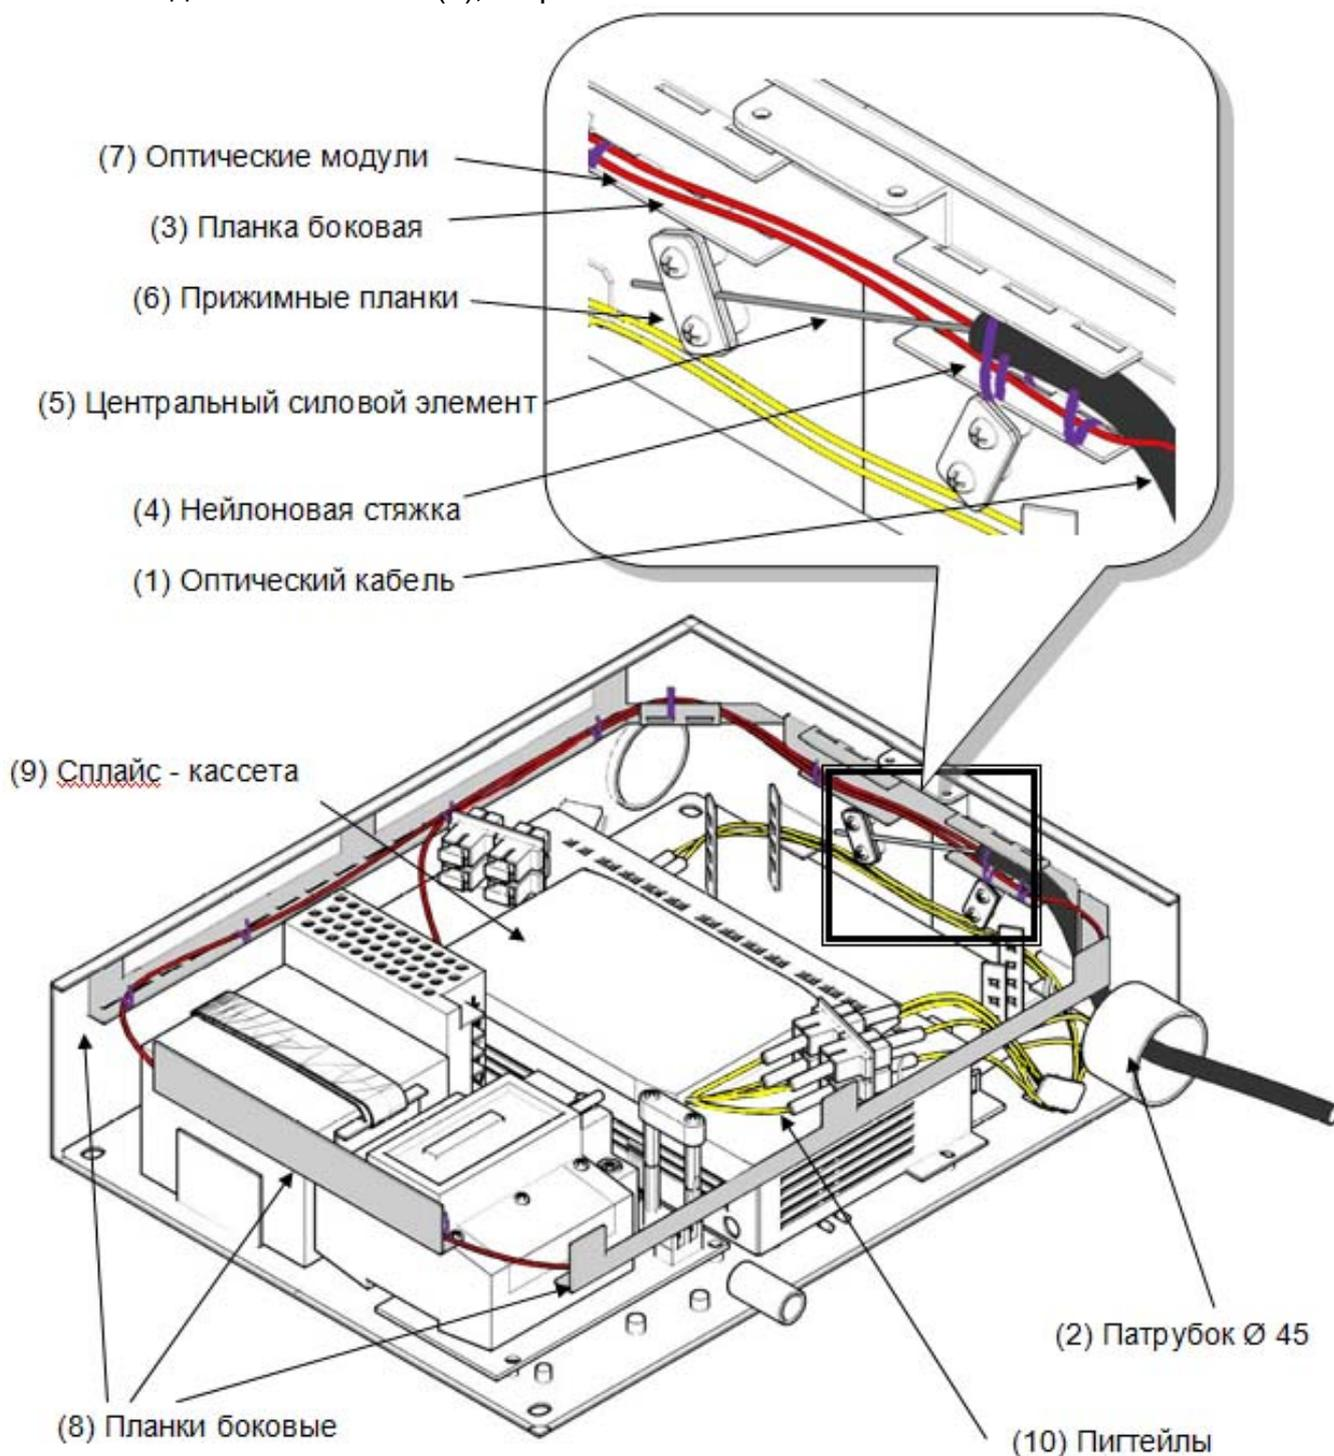

Рисунок 7.2 – Схема подключения оптических кабелей. Дверца и 2 стенки корпуса условно не показаны
3. Провести оптический кабель (1) через патрубок $\varnothing 45$ мм (2) с необходимым запасом для последующего монтажа, рисунок 7.2, закрепить его к боковой планке (3) нейлоновыми стяжками (4), входящими в комплект. Разделить кабель на жилы, центральный силовой элемент (5) закрепить прижимными планками (6), как показано на рисунке 7.2. Оптические модули (7) уложить по периметру корпуса на специально предназначенные для этого планки (8), закрепить нейлоновыми стяжками.